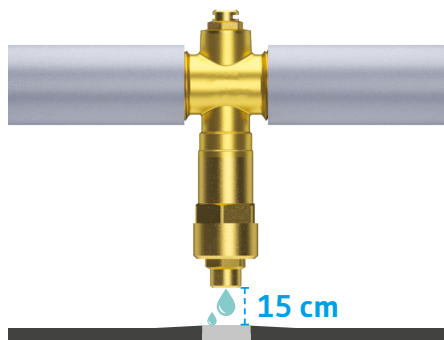

Fig. 4
- Installer à au moins 15 cm du sol pour éviter que l'eau évacuée ne gèle et empêche la soupape de s'écouler correctement (cf. Fig. 4).